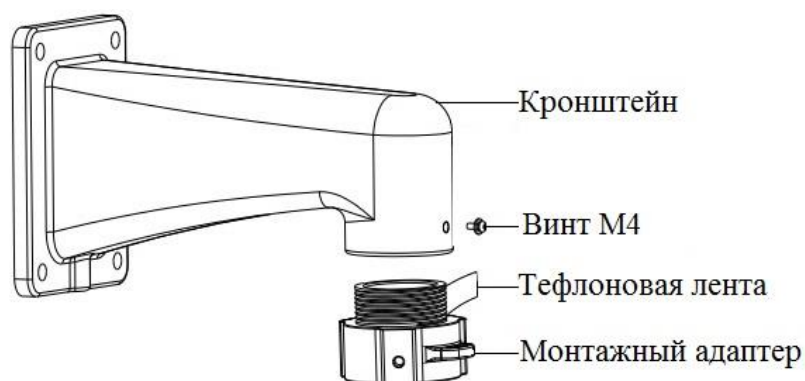

Рисунок 3
4.4 Установите монтажный адаптер на кронштейн. Резьбовую часть монтажного адаптера оберните тефлоновой лентой и вкрутите его в кронштейн для настенного крепления. Для надежного скрепления кронштейна и монтажного адаптера используйте винт М4 (рис. 3).